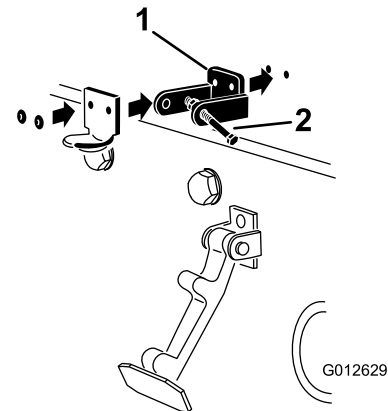

Bild 7
- Fluchten Sie die Befestigungslöcher aus und positionieren Sie gleichzeitig die Halterung des CE-Riegels und des Motorhaubenriegels auf der Motorhaube. Die Riegelhalterung muss an der Haube anliegen (Bild 7). Nehmen Sie die Schraube und Mutter nicht vom Halterungsarm für den Riegel ab.
- Nieten Sie die Halterungen und Scheiben an die Haube (Bild 7).